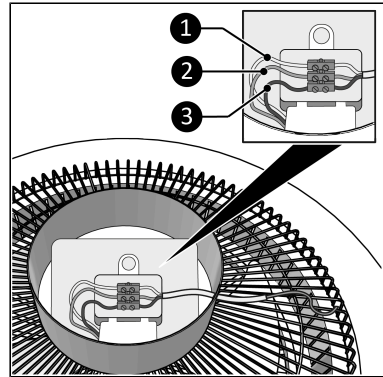

Abbildung 44.
- Brauner Draht: stromführend (Abbildung 44, Pos. 3);
- Gelbgrüner Draht: Erde (Abbildung 44, Pos. 2);
- Blauer Draht: Neutral (Abbildung 44, Pos. 1).